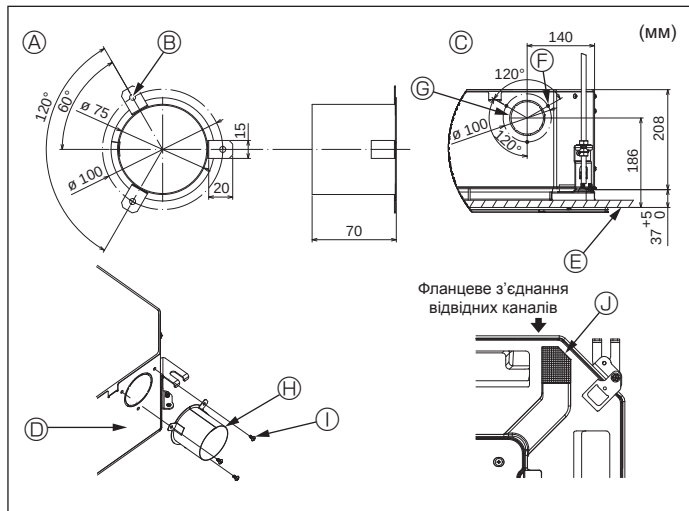

Fig. 4-3
4.3. Монтаж відвідного каналу (у разі впуску свіжого повітря) (Fig. 4-3)